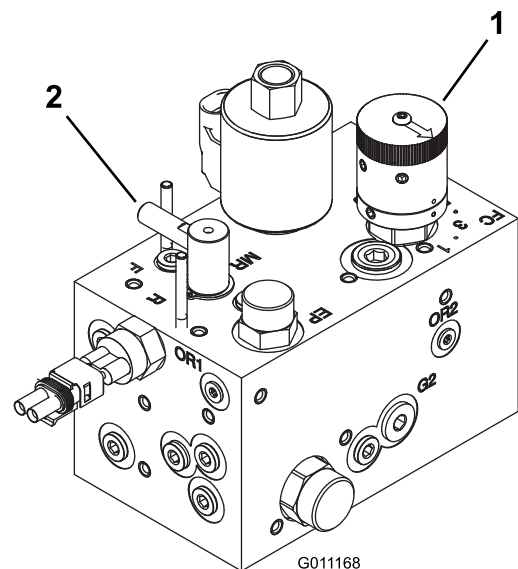

Figura 78
3. Gire el mando de autoafilado a la posición de autoafilado (R). Gire el control de velocidad del molinete a la posición 1 (Figura 78).